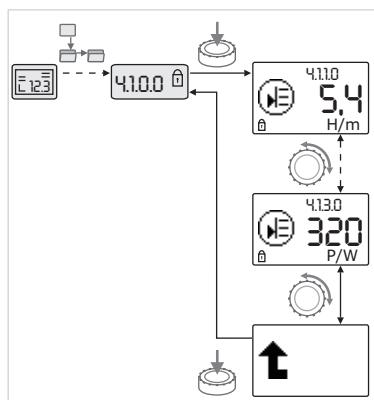

Fig. 39: Richiamo di informazioni
- Ruotando il pulsante di comando selezionare gli elementi di menu del tipo "Informazioni" dell'attuale sottomenu (vedi Fig. 39). Per la spiegazione delle impostazioni rappresentate da simboli vedi la tabella nel capitolo 8.7 "Riferimento elementi di menu" a pagina 104.